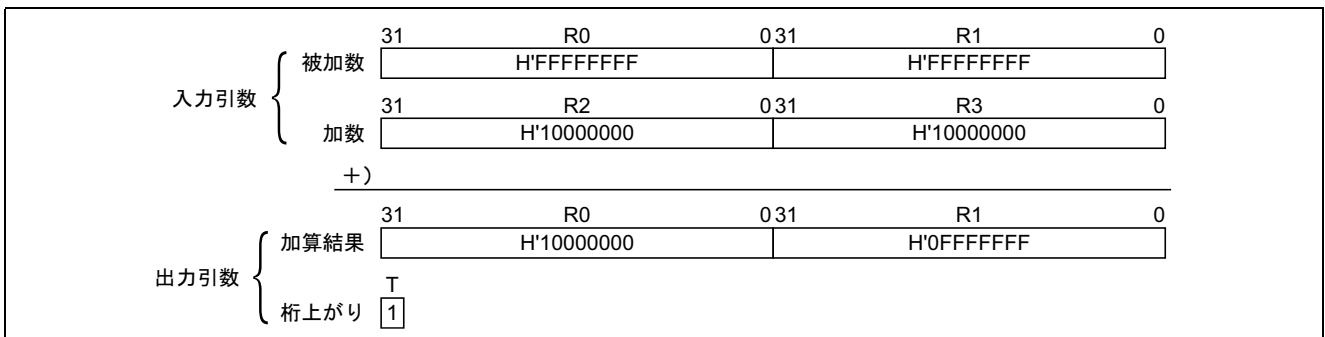

図 1 ソフトウェア ADDU64 の実行例
b. 図 1 にソフトウェア ADDU64 の実行例を示します。